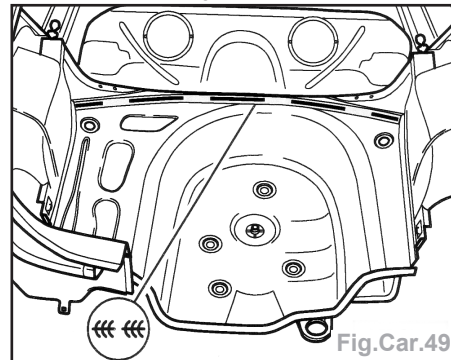

Fig.Car.49
- Souder la ligne de séparation par soudure pleine sous gaz protecteur avec discontinuité (Fig.Car.49).